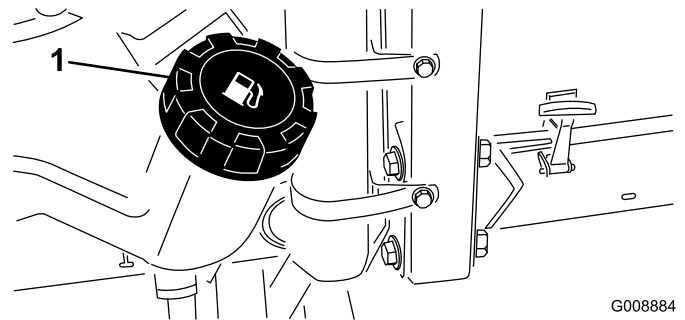

Figura 34
1. Pulite l'area circostante il tappo del serbatoio carburante (Figura 34).